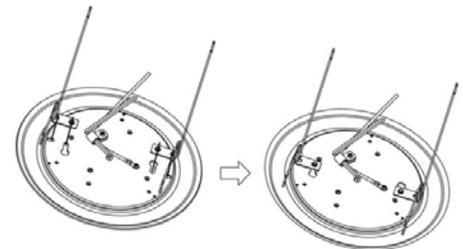

Figure 2
4. Fixez les jeux de ressorts au luminaire à l'aide des vis fournies. (Figure 2)